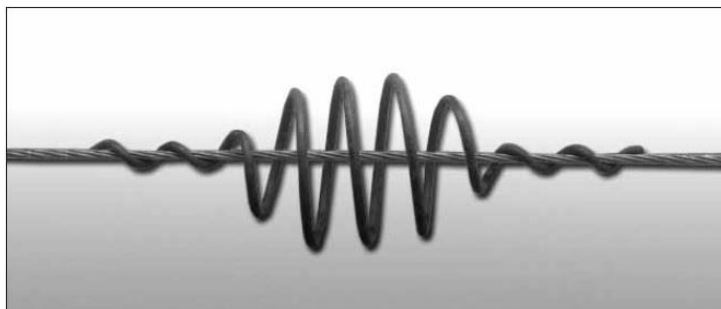

Рис. 5.
5. Установка отпугивателя птиц SWAN-FLIGHT DIVERTER (PEPD) завершена, установленный отпугиватель птиц представлен на рис. 5.